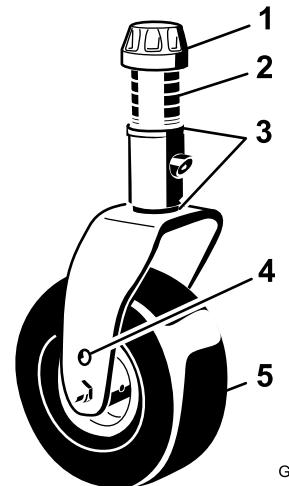
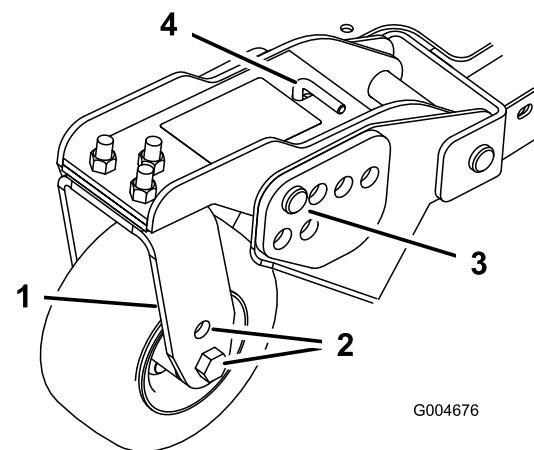
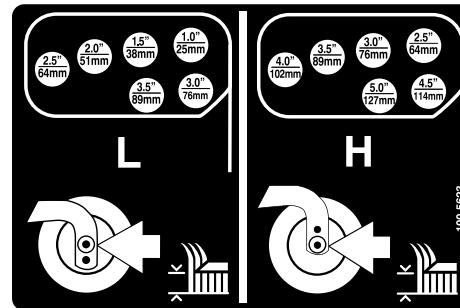

Figura 21
Figura 23
Figura 24
1. Coloque los ejes de las ruedas giratorias en el mismo orificio en todas las horquillas (Figura 21 y Figura 23).
2. Retire el casquillo tensor del husillo y deslice el husillo fuera del brazo de la rueda giratoria (Figura 21).
5. Retire la chaveta y los pasadores de los brazos de pivot de las ruedas giratorias (Figura 23).
6. Gire la varilla tensora para elevar o bajar el brazo de pivot hasta que los orificios estén alineados con los orificios seleccionados del soporte de ajuste de la altura de corte en el bastidor de la carcasa de corte (Figura 23 y Figura 24).